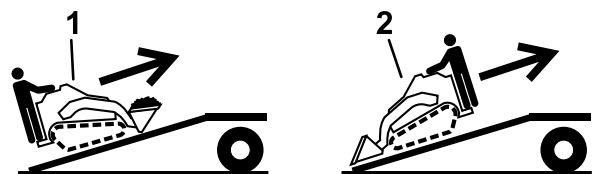

Figure 33
5. Montez la machine sur la remorque en gardant le côté le plus lourd en haut de la rampe et en maintenant la charge en bas (Figure 33).